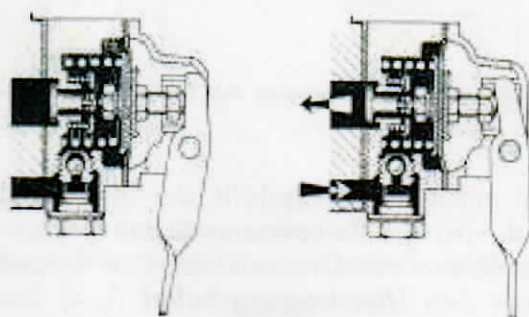

Abb. 14 Wirkungsweise einer Beschl.-Pumpe bei einer „anreichernden“ Pumpe
5. Teillaststeuerung (Abb. 14 und 15)
a) Anreichernde Pumpen (Abb. 14)